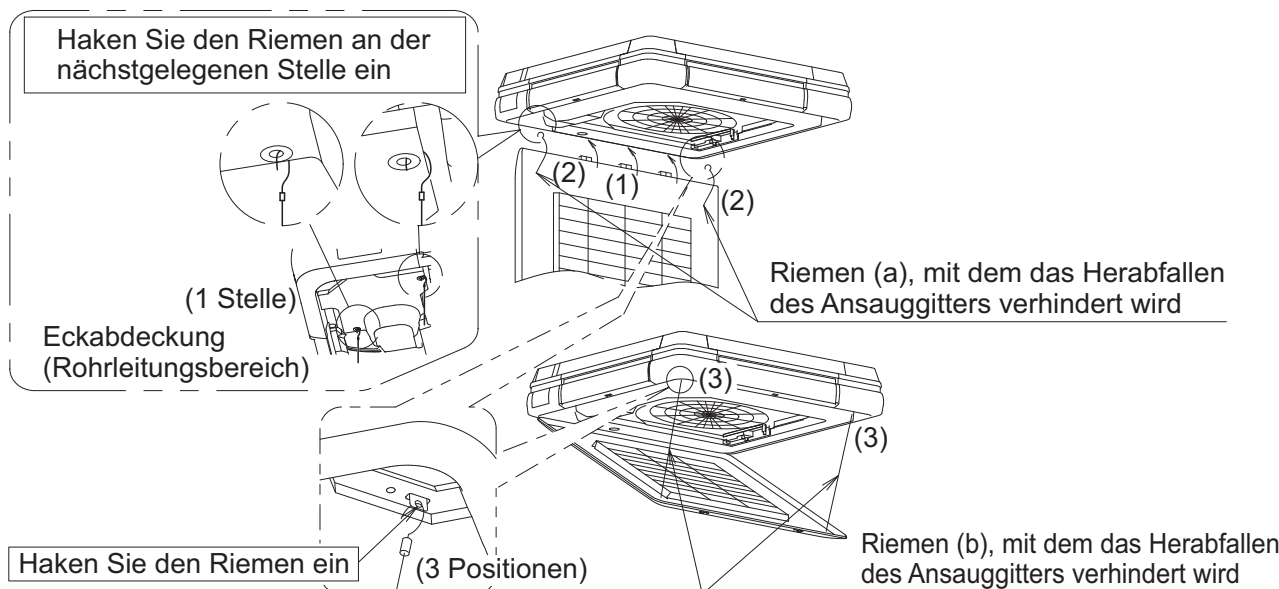

Abb. 49
- Nach dem Anbringen des Ansauggitters in umgekehrter Reihenfolge als der im Abschnitt "4. VORBEREITUNG VOR DER INSTALLATION - (3)" beschriebenen (Siehe Abb. 49-(1)), haken Sie den Riemen (a) ein, um ein Herabfallen des Ansauggitters zu verhindern (Siehe Abb. 49-(2)).
- Haken Sie den Riemen (b) ein, um ein Herabfallen des Ansauggitters zu verhindern. (Siehe Abb. 49-(3))